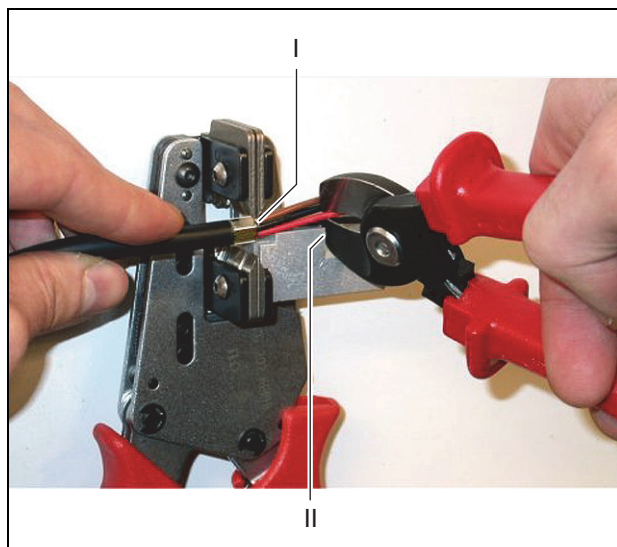

figura 30.10: Taglio del conduttore in rame
- 8 Tagliare i fili in rame alla lunghezza appropriata con la taglierina per cavi (utensile 2) e la pinza spelafili (utensile 5). A tale scopo, posizionare la boccola a crimpare in posizione I e tagliare i fili di rame in posizione II (vedere figura 30.10).